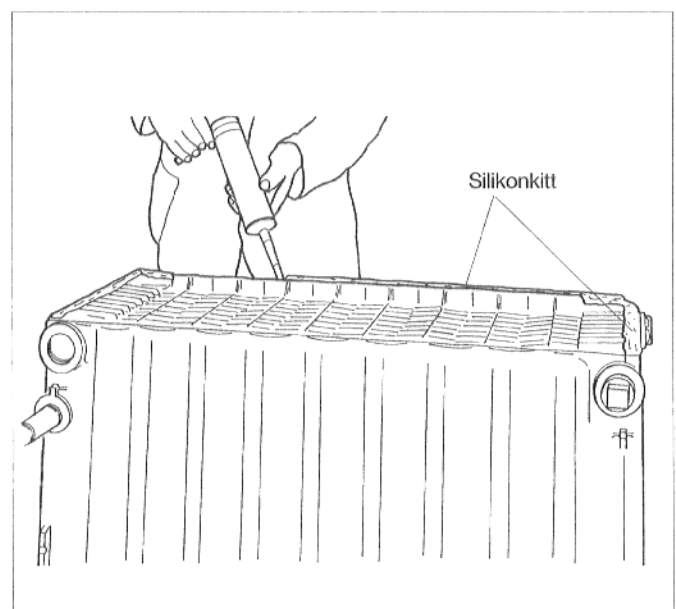

Abb. 16
- Auf die Dichtstreifen für den Abgassammler Silikonkitt auftragen (Abb. 16).